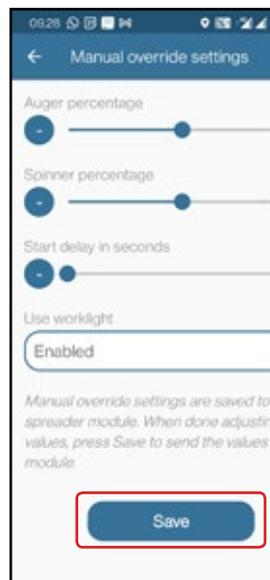
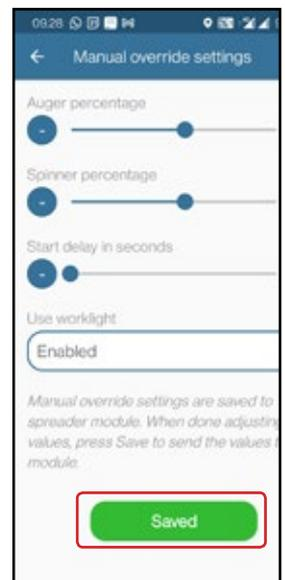

Abbildung 3
Abbildung 4
5. Klicken Sie "Zugang hinzufügen" um mit dem Gerät zu koppeln (Bild 3) und klicken Sie "Zurück" (Bild 4). Wenn "Zugang hinzufügen" nicht verfügbar ist, wurde Ihr Gerät bereits gekoppelt.
5. Klicken Sie auf "Nach Firmware-Updates suchen" (Bild 3) und "Installation starten" (Bild 4) und warten Sie, bis das Update abgeschlossen ist (Bild 5).
3. Drücken Sie auf Speichern, wenn Sie mit den Einstellungen fertig sind, um die Werte an das Streuermodul zu senden (Abbildung 3). Die Speichern-Schaltfläche wird grün, wenn die Einstellungen gespeichert wurden (Abbildung 4).